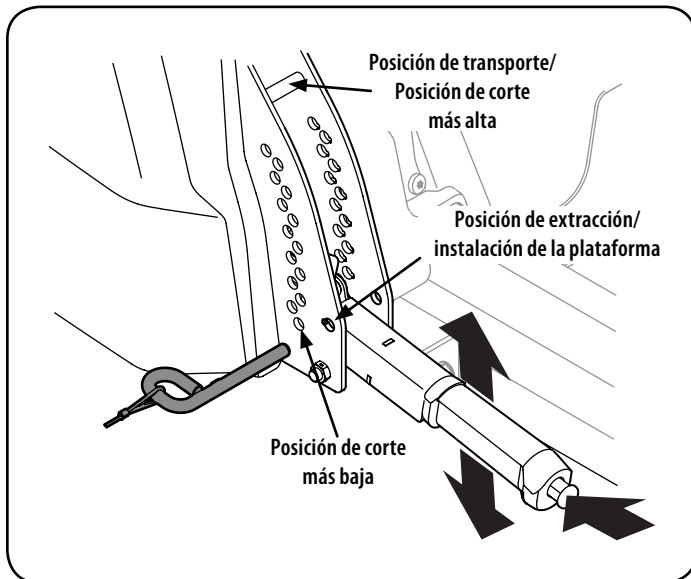

Figura 36
- Usando la manija de elevación de la plataforma, levante la plataforma a la posición que le ofrece mayor recorrido horizontal de la correa entre las poleas locas de la plataforma y la polea de la PTO en la base del motor. Vea la Figura 36.
- Baje la plataforma hasta la posición de extracción/instalación usando la manija de elevación de la plataforma. Vea la Figura 36.
- Ubique la manija de elevación de la plataforma en la posición de corte más elevada. Vea la Figura 36.